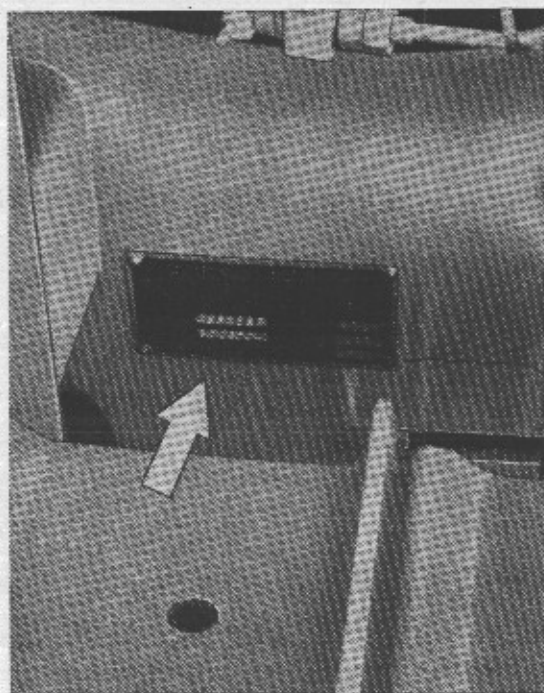

Fig. 4
- Targhetta riassuntiva motore e carro (fig. 4)